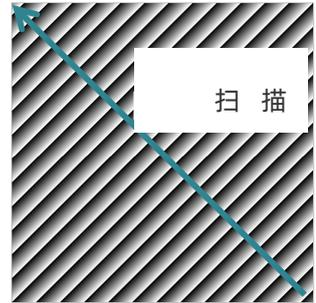

图 5-13
- 斜角灰度移动渐变: 如图 5-13 所示, 预览为斜对角方向的运动灰度渐变图;